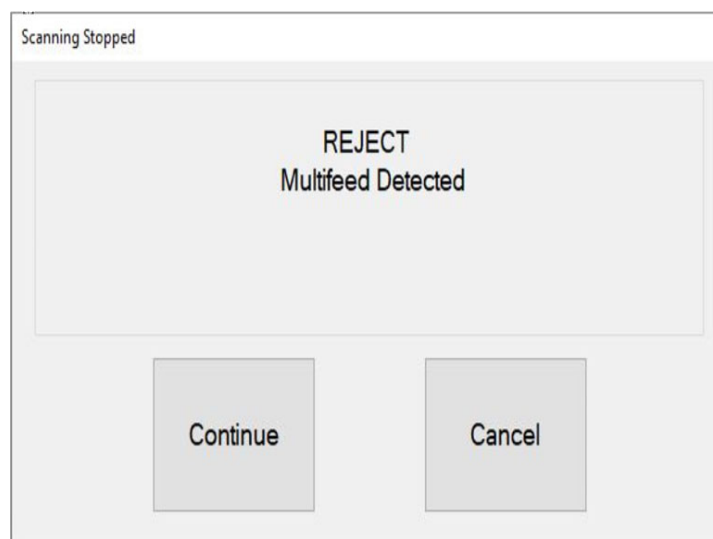

Abbildung 4-31: Ausschusszustand
1. Im Falle eines Ausschusszustands wird auf dem Betriebsbildschirm (Abbildung 4-31) ein Fehler angezeigt, und der Scanvorgang wird automatisch abgebrochen.